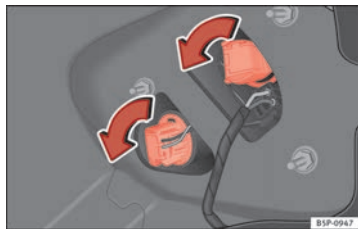

Fig. 196 Luces en la carrocería.
- Gire el portalámparas hacia la izquierda ⇒ fig. 196.